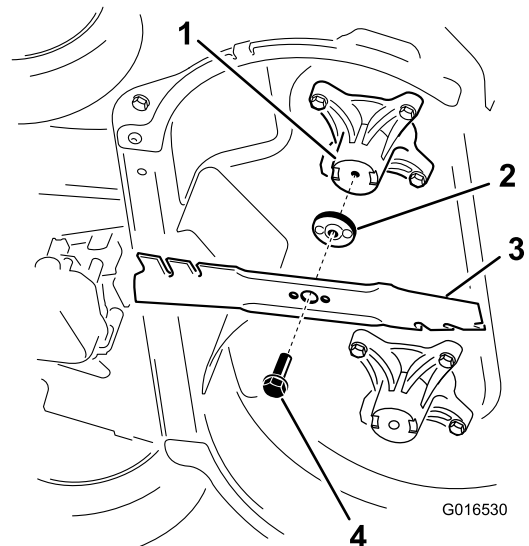

Bild 41
2. Entfernen Sie jedes Messer, siehe Bild 41.
1. Montieren Sie das erste Messer so, dass es horizontal ist, und all Befestigungen, wie in Bild 41 dargestellt.